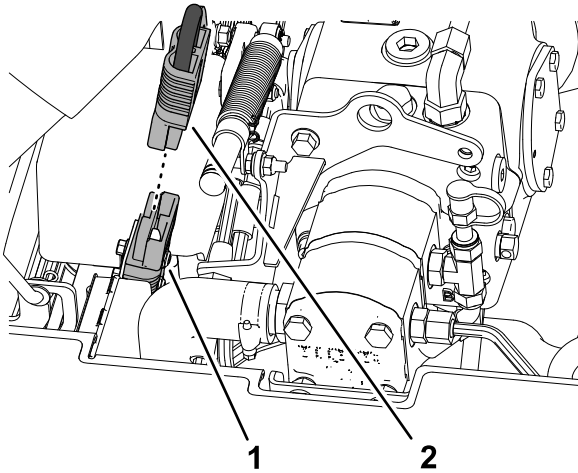

Рисунок 33
1. Нанесите диэлектрическую консистентную смазку на поверхности контактов переключки отключения аккумулятора (Рисунок 33).